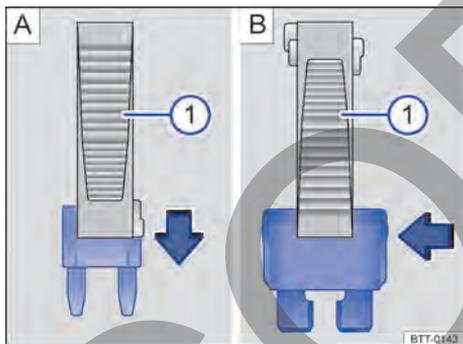

Fig. 157 Retirar o colocar un fusible con las pinzas de plástico .
- Dado el caso, retire las pinzas de plástico situadas en la tapa de la caja de fusibles → Fig. 157 .
- En el caso de los *fusibles pequeños*, agárrelos con las pinzas  desde arriba → Fig. 157 **A**.
- En el caso de los *fusibles más grandes*, desplace las pinzas  lateralmente sobre el fusible → Fig. 157 **B**.